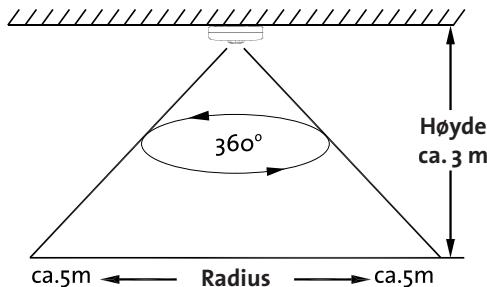

Fig. 1
2. Det beste er å montere detektoren 3 meter over gulvet som skal avsøkes (se fig. 1).